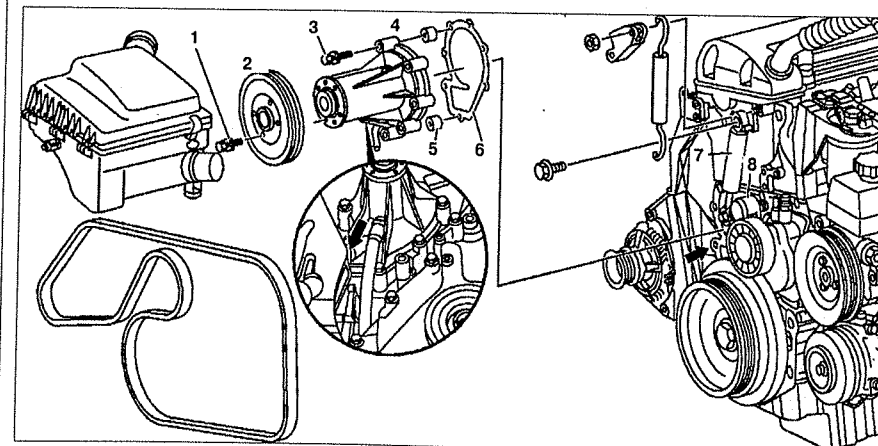

Рис. 4.36. Насос системы охлаждения:
3. Ослабьте болты 1 крепления шкива 2 насоса системы охлаждения 4 (см.рис.4.36).